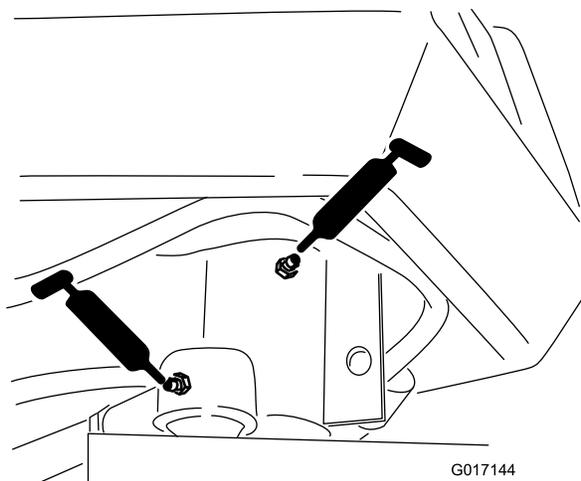

図 36
- ・ ステアリングフォークのシャフト：1か所 (図 36)
- ・ ステアリングシリンダロッドの端部 (図 36)